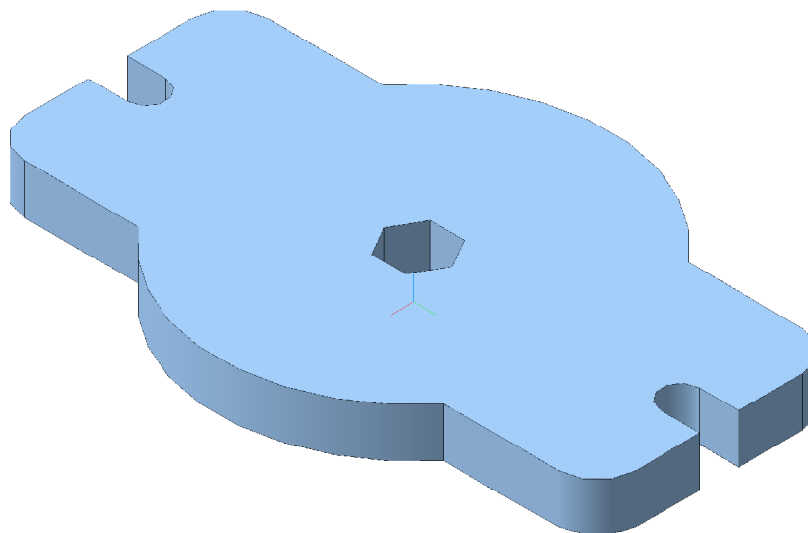

Рис. 106
- 1. Выполните пространственную модель пластины, рис. 106 (практическая работа № 7, рис. 96). Толщина пластины 20 мм. Рассчитайте МЦХ пластины. Материал - Сталь 08 ГОСТ 1050-88.**